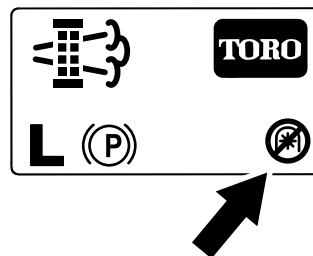

Figura 46
**Nota:** La pantalla de Inicio muestra el icono TDF deshabilitada (Figura 46).
**Nota:** La pantalla de Inicio muestra el icono de TDF deshabilitada; consulte Figura 46 en Mensajes de regeneración estacionaria \(página 39\).